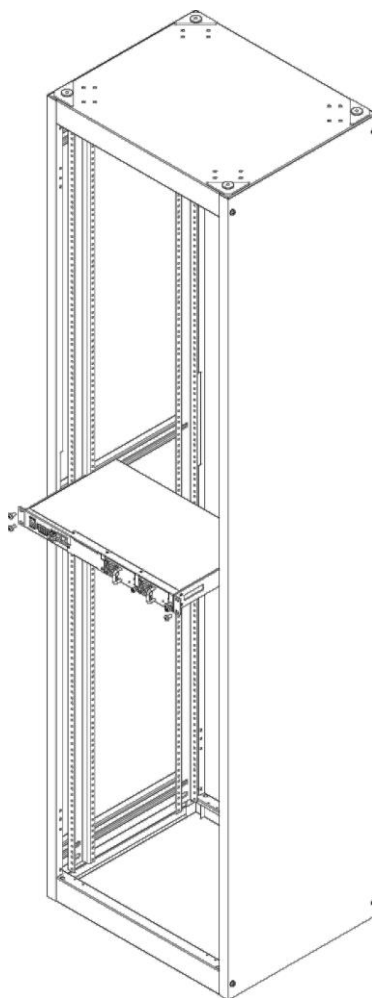

Рисунок 11 — Установка устройства в стойку
3. Совместите отверстия кронштейнов с отверстиями на передних вертикальных направляющих стойки (рисунок 11). Используйте отверстия в направляющих на одном уровне с обеих сторон стойки, для того чтобы устройство располагалось горизонтально. С помощью отвертки прикрепите устройство к стойке винтами.